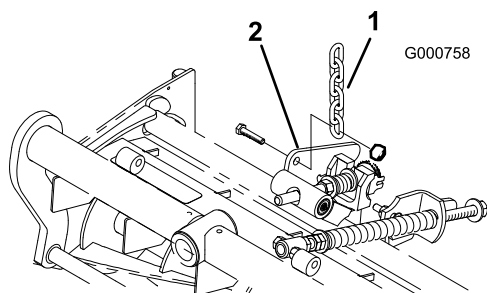

図 6
12. ターフ補正スプリングのブラケットをカuttingユニットスタビライザの耳に止めているナットを外す 図 6。チェーンをキャップスクリュに通し外したナットで固定する。